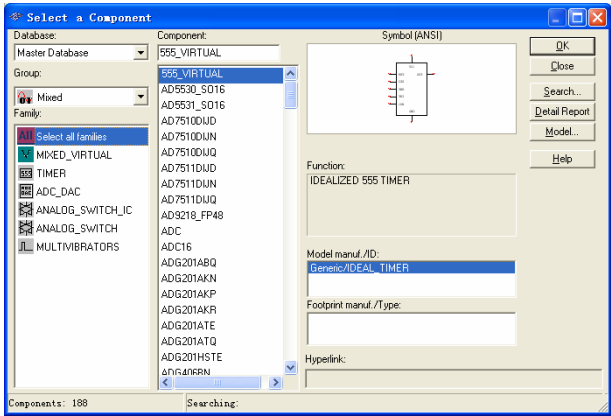

图 3-35 混合元器件库
9) 混合元器件 (Mixed Components) 库: 如图 3-35 所示, 其中 ADC-DAC 虽无绿色衬底也属于虚拟元器件。